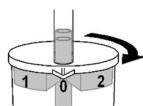

Abb. 2
- Для нормального всасывания поворачивайте банку до тех пор, пока стрелка на крышке не будет указывать на открытое положение ("0") (Рис. 2)